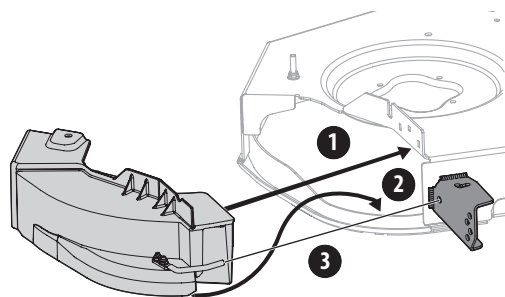

Figura 10
2. Deslice la brida horizontal sobre la parte interior del conjunto para abono debajo de la parte superior de la plataforma. Vea 1 en la Figura 10.
3. Deslice la parte delantera de la parte inferior del conjunto para abono dentro de la parte inferior de la abertura de descarga de la plataforma. Vea 2 en la Figura 10.
4. Deslice ligeramente hacia el frente del tractor e inserte la varilla dentro del orificio que está más cerca de la plataforma en la rueda de guía derecha delantera. Vea 3 en la Figura 10.